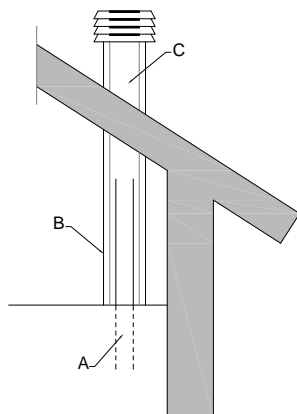

Figure 2.6: Exemple de raccordement au conduit de fumée
En cas de sections supérieures, il faut insérer un conduit en acier (A) à l'intérieur de celui en maçonnerie (C) comme l'illustre la figure 2.6
- ❗ Le conduit en acier doit être opportunément isolé par un matériau de type laine de roche ou vermiculite (B) résistant aux hautes températures et scellé par rapport au conduit de cheminée extérieure.